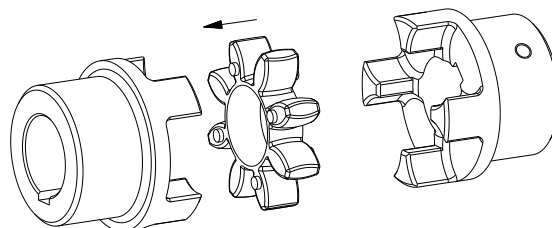

Bild 11: Montage des Zahnkranzes
- Setzen Sie den Zahnkranz in die Nockenpartie der an- oder abtriebsseitigen Naben ein (siehe Bild 11).